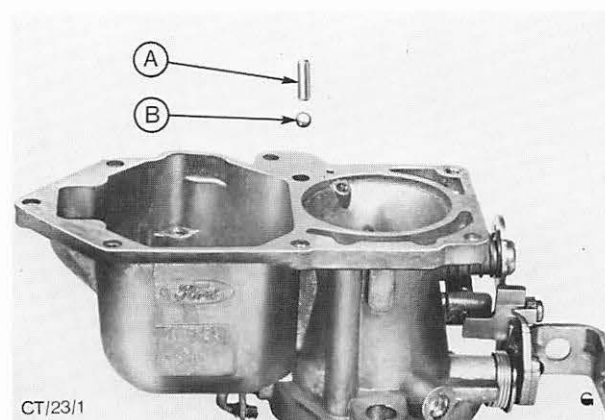

Abb. 41 A = Ventilkugel-Gewicht (Beschleunigerpumpe)
3. Vergasergehäuse umdrehen, damit Kugel und Gewicht der Beschleunigerpumpe herausfallen. Abb. 41.
15. Kugelventil und Gewicht der Beschleunigerpumpe einsetzen. Abb. 41.